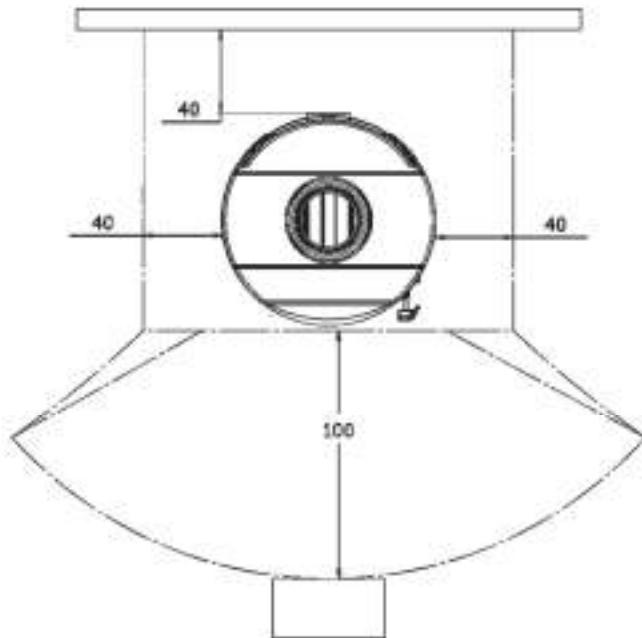

Bild 4A
a) um genügend Wärmeisolation zu sichern, sind die minimalen Sicherheitsentfernnungen der hinteren und seitlichen Fläche von entflammmbaren Gegenständen, d.h. von feueranfälligen Gegenständen (Möbel, Holzflächen, Stoffe usw.) zu beachten (siehe Bild 4A). Alle minimalen Sicherheitsentfernnungen stehen auf dem Produkt und dürfen NICHT geändert werden.